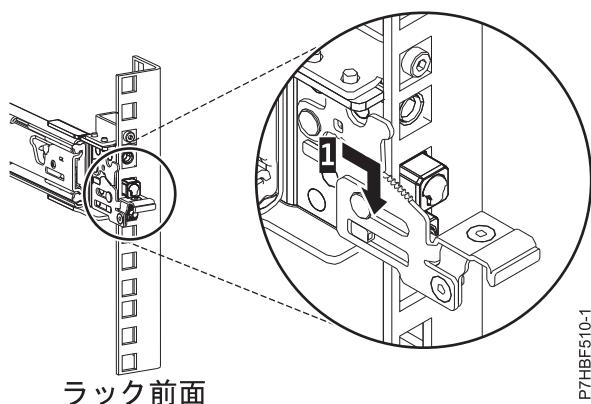

図5. ラックの前面レールに取り付けられたピン
6. スライド・レールを前方に引き、レール前部の 3 つのピンを、事前にマークを付けた、選択済みの EIA 単位の 穴に挿入します。スライド・レールを下方に下げて (1)、中央のピンのフック機構を噛み合わせます。詳しくは、6 ページの図 5 を参照してください。